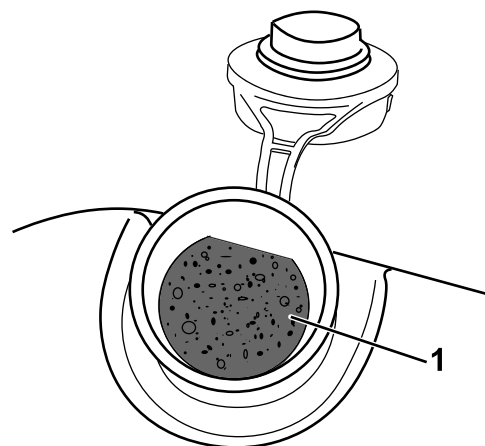

Рисунок 12
**Внимание:** Данная машина оборудована топливным баком улучшенной конструкции, в котором установлена вставка из пеноматериала для предотвращения перемешивания топлива. Запрещается удалять элемент из пеноматериала, так как благодаря ему двигатель может выработать все топливо, находящееся в топливном баке (Рисунок 12).